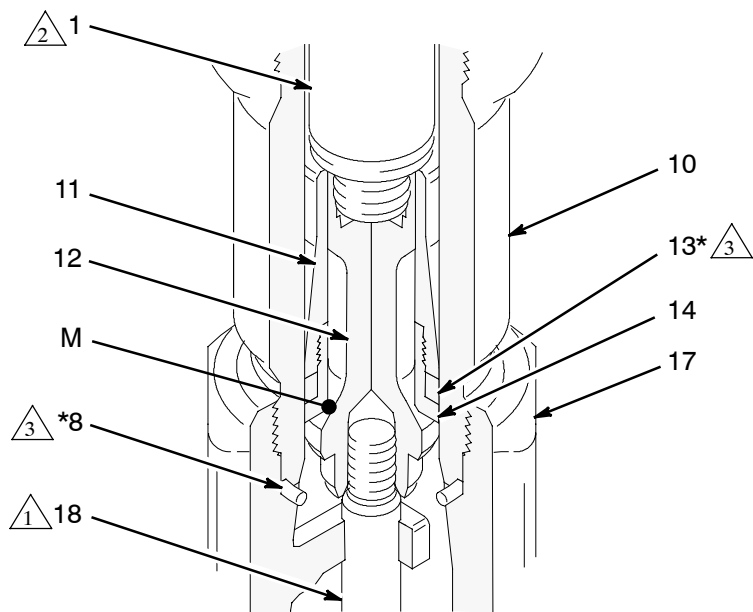

Abb.10
9. Dichtung (8) von unten aus dem Zylinder (10) nehmen. Siehe Abb.10 Mit einem Licht die inneren Oberflächen des Zylinders auf Kratzer oder Beschädigungen untersuchen. **Den Zylinder nur dann mit einer Rohrzange vom Auslaßgehäuse abschrauben, wenn er beschädigt ist oder Anzeichen von Materialleckage an der oberen Zylinderdichtung (8) erkennbar sind.** Obere Zylinderdichtung entfernen.
10. Schlüssel­flächen der Kolben­stange (1) in einen Schraub­stock einspannen. Kolben (12) von der Kolben­stange abschrauben; die Schöpfkolben­stange (18) kommt ebenfalls heraus. Kolben­führung (11) und Sitz (14) vom Kolben (12) herunterschieben.
11. Die Schöpfkolben­stange (18) muss nur dann vom Kolben (12) entfernt werden, wenn Beschädigungen an einem der beiden Teile bemerkt werden. Zum Auseinanderbauen die Schlüssel­flächen des Kolbens in einen Schraub­stock einspannen und die Stange abschrauben.
12. Die Kolben­führung (11) in einen Schraub­stock einklemmen, wie in Abbildung 9 gezeigt. Mit einem einstellbaren Schraubenschlüssel den Kolbensitz aus der Führung ausschrauben. Die Kolben­dichtung (13) entfernen; immer durch eine neue ersetzen. Die Paß­flächen(M) des Kolbens (12) und des Kolbensitzes (14) auf Scharten, Kerben und Verschleiß überprüfen. Siehe Abb.10